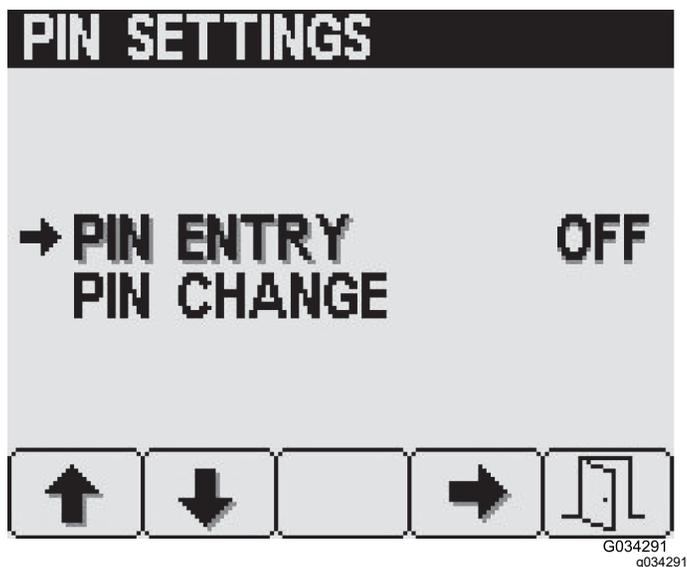

Figura 25
1. Prima os botões 1 ou 2 para selecionar a opção INTRODUÇÃO DO PIN (Figura 25).
2. Prima o botão 4 para ATIVAR ou DESATIVAR o requisito de PIN (Figura 25).